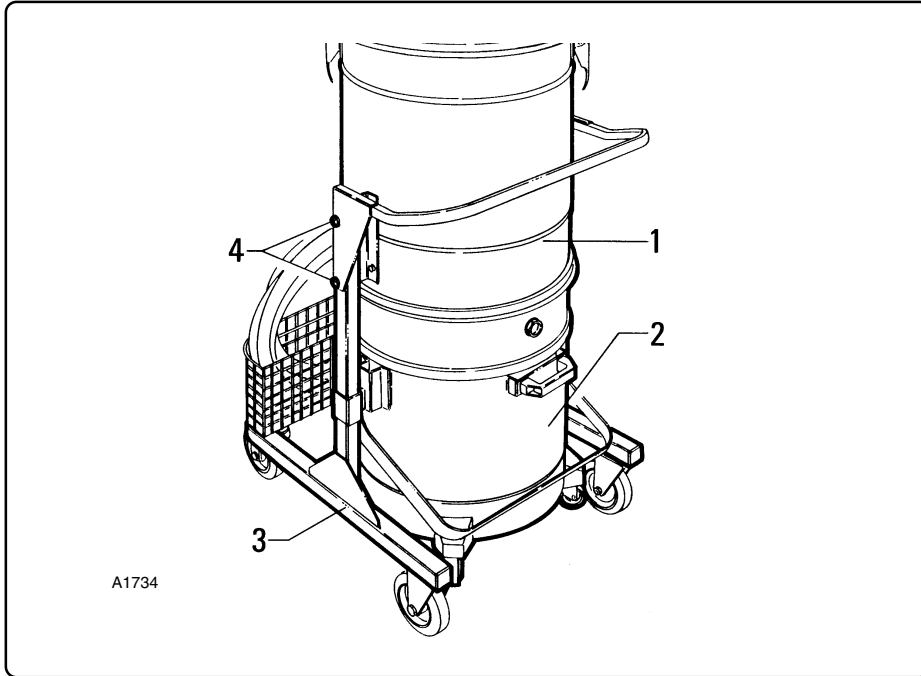

Fig. 7.5.8
**7.5.6 - Verifica tenuta camera filtrante (fig. 7.5.8)**
**7.5.6 - Checking the tightness of the filter chamber (fig. 7.5.8)**
**7.5.6 - Vérification étanchéité de la chambre filtrante (fig. 7.5.8)**
**7.5.6 - Prüfung der Dichtigkeit der Filterkammer (Abb. 7.5.8)**